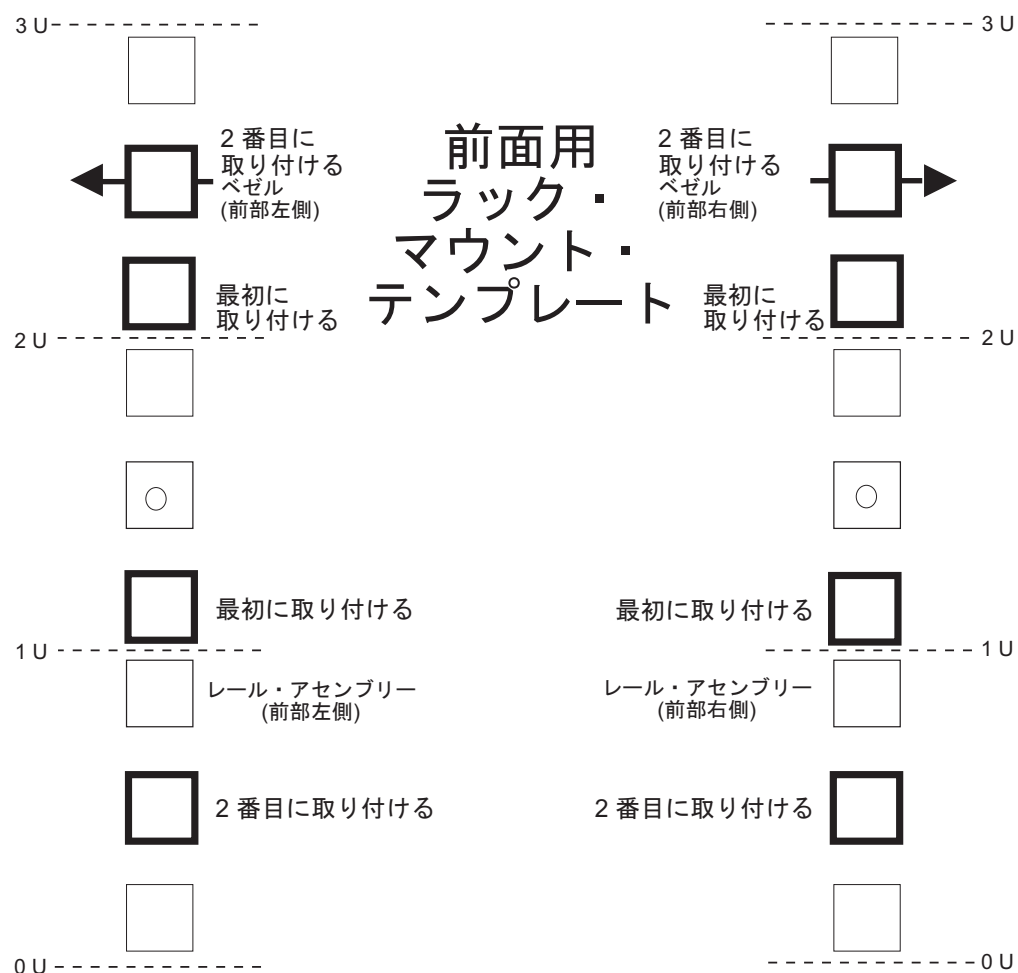
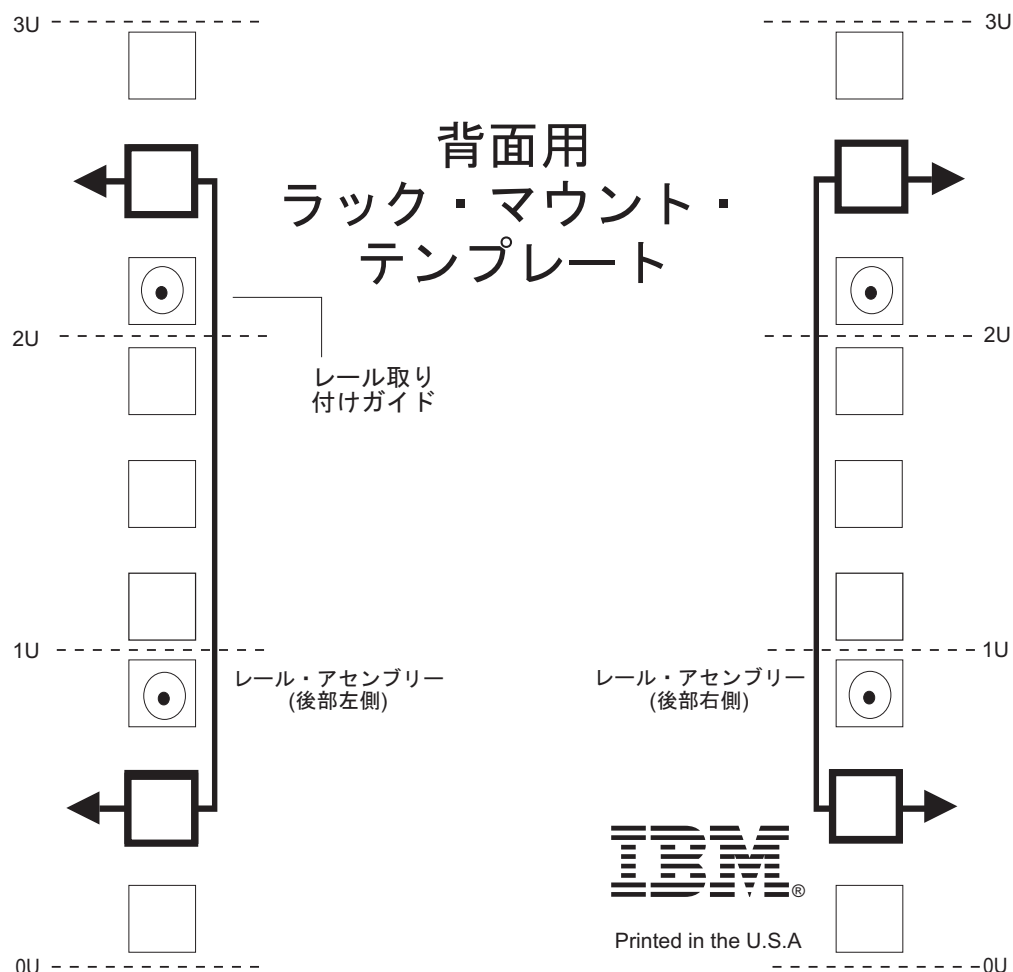

図 12. 前面用ラック・マウント・テンプレート
図 13. 背面用ラック・マウント・テンプレート
サポート・レールと DS3950 ストレージ・サブシステムをラック・キャビネットにマウントする際に M5 ねじを挿入する場合は、次のテンプレート (37 ページの図 12 および 38 ページの図 13) を使用して、正しい位置を確認してください。テンプレートでは、M5 ねじの位置が強調表示されています。
**重要:** ラック・マウント・テンプレートの複製コピーは、185 ページの『付録 B. ラック・マウント・テンプレート』に記載されています。テンプレートを本書から切り取る場合は、185 ページの『付録 B. ラック・マウント・テンプレート』のコピーを使用してください。サポート・レールと DS3950 ストレージ・サブシステムをラック・キャビネットにマウントする際に M5 ねじを挿入する場合は、前出のテンプレート (37 ページの図 12 および 38 ページの図 13) を使用して、正しい位置を確認してください。テンプレートでは、M5 ねじの位置が強調表示されています。
- レールのへりの線がストレージ・サブシステムの下部と並んでいます (38 ページの図 13 の 0 U 境界)。
- 注:** 必ず、37 ページの図 12 で最初に取り付ける というラベルが付いているねじを取り付けてください。